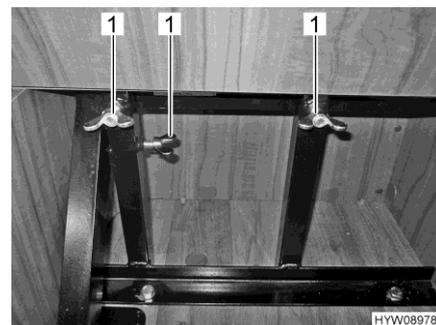

Fig. 25 Fissare il sedile installabile mediante dadi ad alette
- Fissare il sedile installabile mediante dadi ad alette (Fig. 25,1).